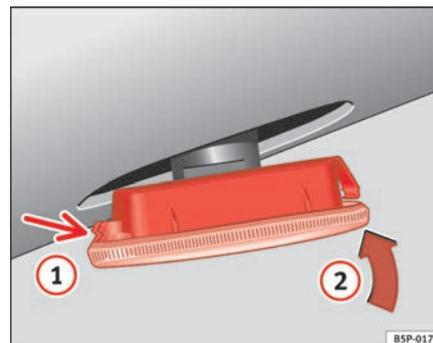

Fig. 218 Indicador de mudança de direcção lateral
- Primeiro, coloque o indicador de direcção no orifício da carroçaria, encaixando as patilhas ⇒ fig. 218, seta ①.
- Encaixe a lâmpada tal como indica a seta ② ⇒ fig. 218. ■